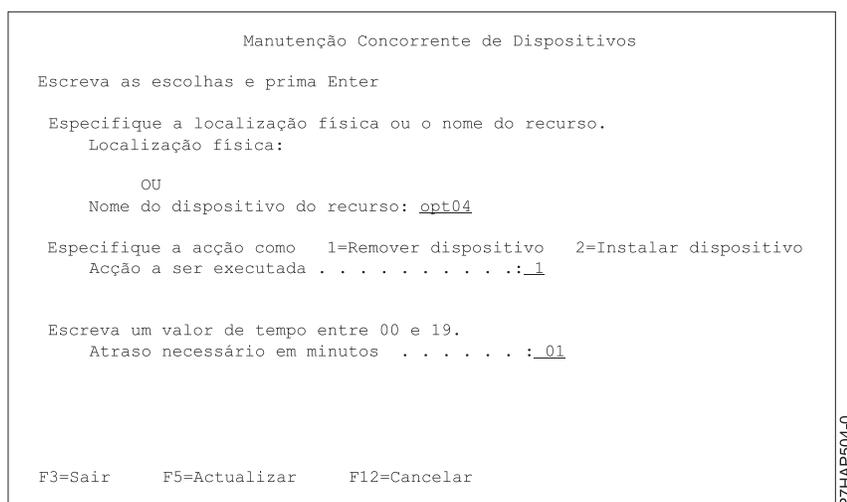

Figura 37. Apresentação exemplo de manutenção concorrente de dispositivos
- i. No ecrã HSM, seleccione **Manutenção Simultânea de Dispositivos (Device Concurrent Maintenance)** e, em seguida, prima **Enter**. Figura 37 é um exemplo do ecrã.